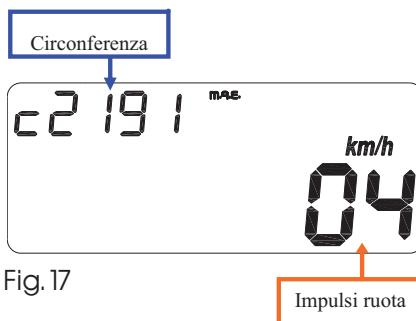

Fig. 17
- IV^ª página (sólo en cada encendido del instrumento): Visualización de los parámetros programados (fig. 17).
- IV^ª page (à chaque allumage de l'instrument) : Affichage des paramètres programmés (fig. 17).
- Visualización de las pantallas como en la fig. 17 durante aprox. 3 seg.
- Affichage des pages d'écran comme sur la fig. 17 pendant environ 3 sec.